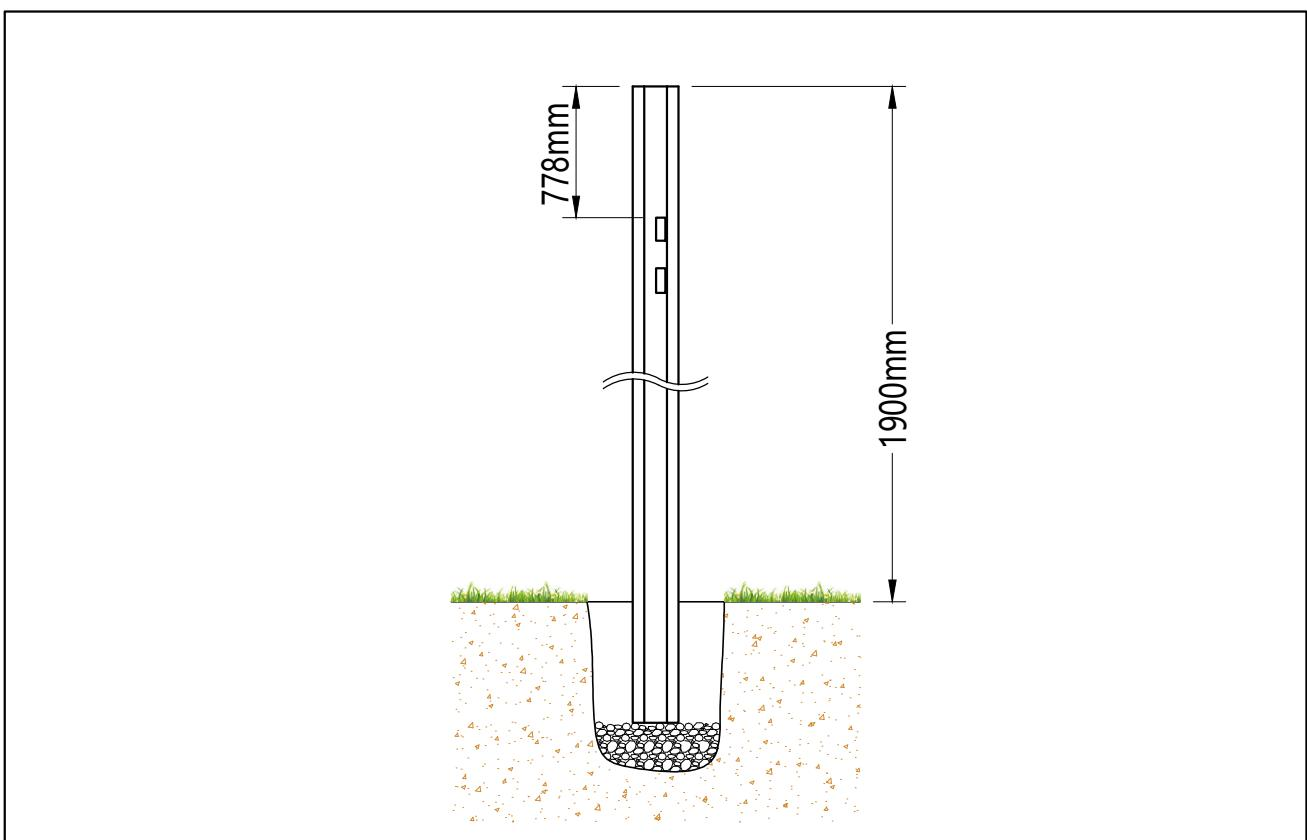

Abbildung 4.1
- 4 Setzen Sie die Torpfosten in die Mitte des Kieses und achten Sie darauf, dass sie lotrecht stehen. Der Abstand zwischen der Pfostenoberkante und dem Boden sollte 1900 mm betragen, wie in Abbildung 4.1 dargestellt.